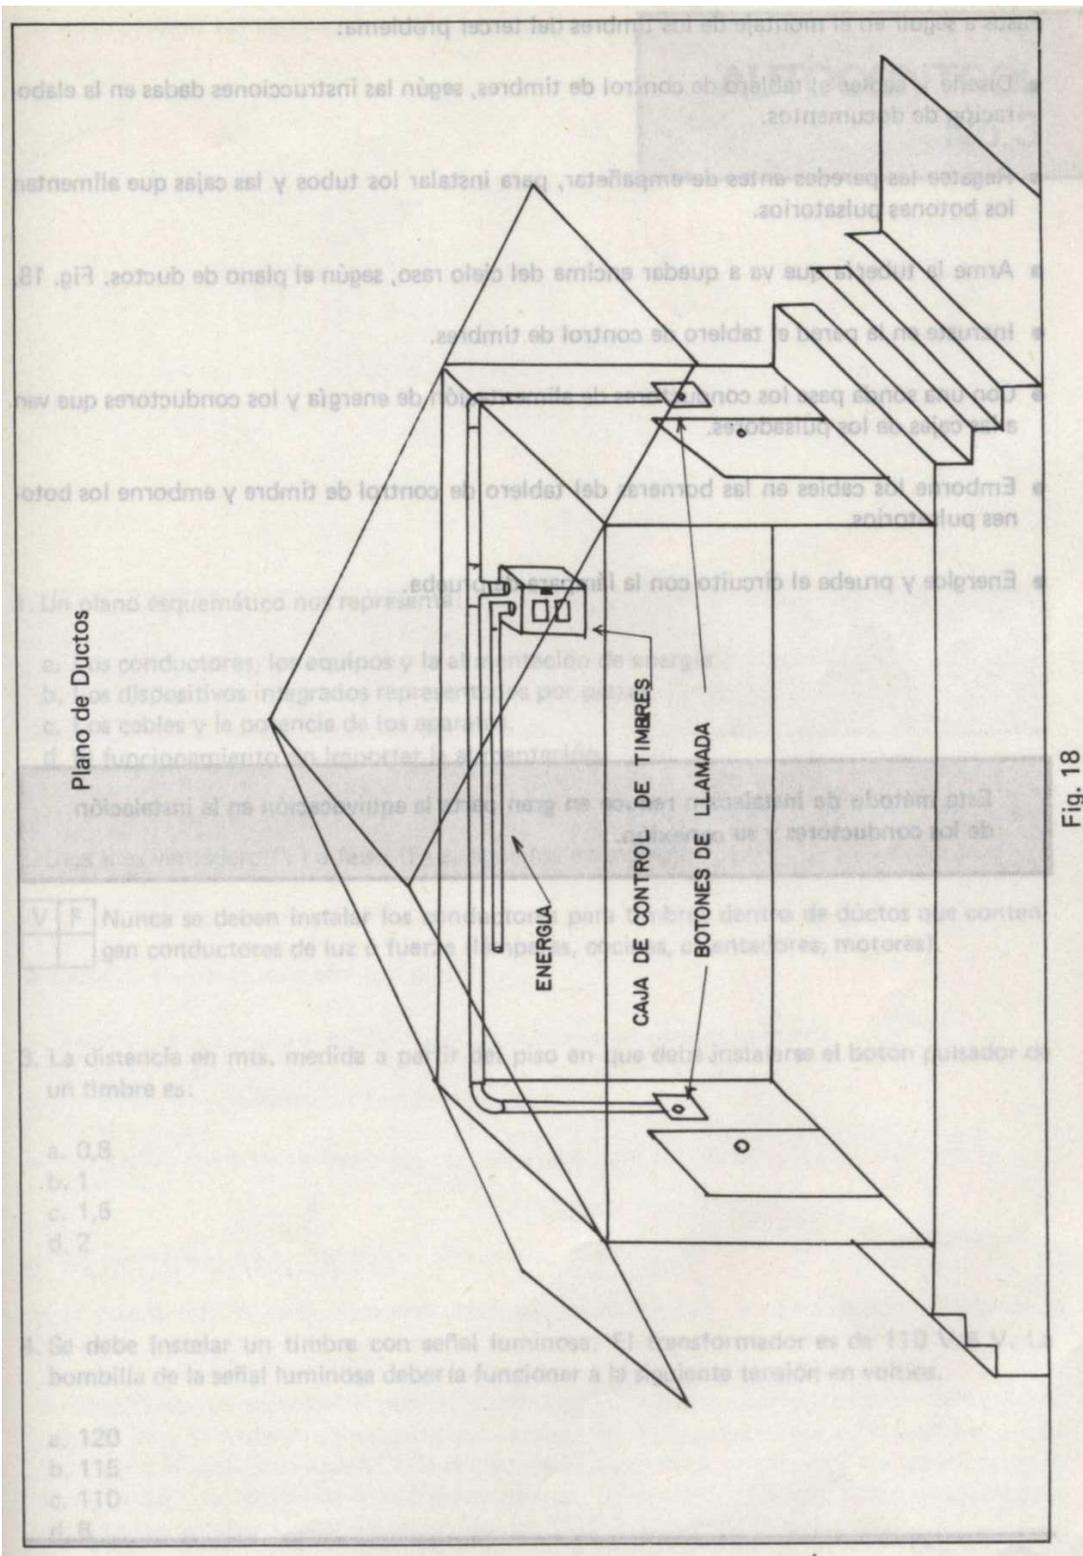

Fig. 18
Plano de ductos. Según la fig. 18 haga en el espacio en blanco siguiente el plano de ductos.
- Arme la tubería que va a quedar encima del cielo raso, según el plano de ductos. Fig. 18.